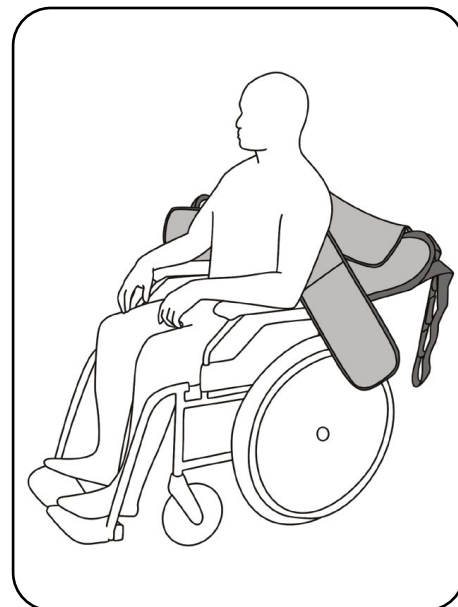

Abb. 9.3.02 – offener Liftergurt hinter dem Rücken des Patienten
5. Schieben Sie den Liftergurt hinter den Rücken des Patienten (Abb. 9.3.02). Achten Sie darauf, dass die Oberkante des Liftergurtes auf Höhe des Achselbereiches ist.
9. Fahren Sie den gespreizten aks-Aufstehlifter langsam und kontrolliert an den Patienten heran, um Verletzungen durch Kollision zu vermeiden. Achten Sie auch auf den Hebearm. Stellen Sie die Bremsen des aks-Aufstehlifters fest (Abb. 9.3.02).